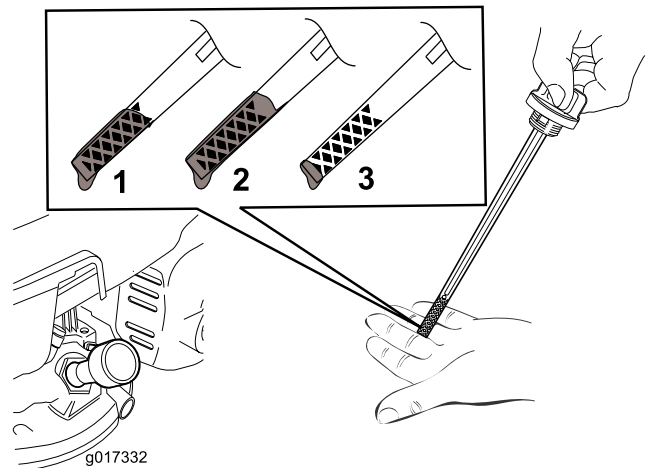

Figura 11
5. Para determinar el nivel de aceite correcto, consulte Figura 11.
**Nota:** Llene el cárter con aceite hasta que la varilla indique que el nivel del aceite del motor es correcto, según se muestra en Figura 11. Si usted llena demasiado el motor, vacíe el exceso de aceite siguiendo las instrucciones de la sección Cómo cambiar el aceite del motor.